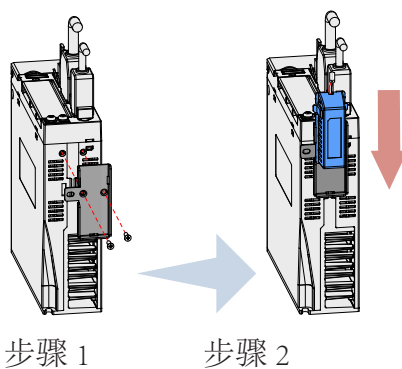

图 3-13 绝对值编码器电池盒安装示例图 (sizeA 机型，仰视图)
- a) sizeA 机型请选用两个平头螺钉固定 (图 3-13)